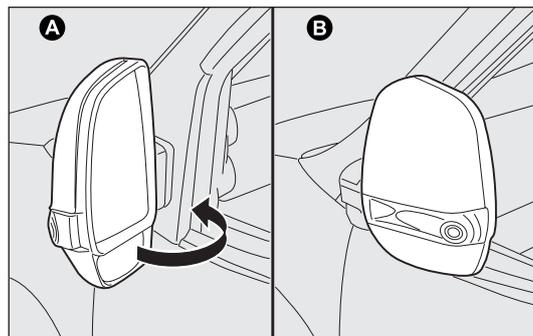

fig. 36
Cuando sea necesario (por ejemplo cuando el tamaño del espejo cree dificultades en un paso angosto) se pueden plegar los espejos desplazándolos desde la posición A-fig. 36 a la posición B.
**Durante la marcha, los espejos siempre deben estar en posición A-fig. 36.**